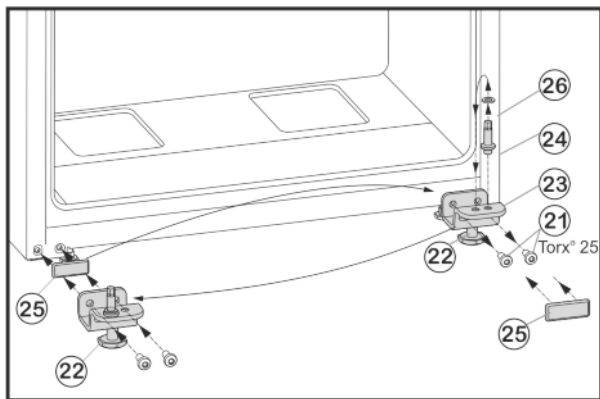

Fig. 6
- ▶ Odkręcić śruby mocujące Fig. 6 (21).
- ▶ Usunąć dolną płytkę zawiasu Fig. 6 (23), wraz z trzpieniem zawiasu Fig. 6 (24), podkładką Fig. 6 (26) i nóżką Fig. 6 (22).
- ▶ Odkręcić cały trzpień zawiasu Fig. 6 (24) z podkładką Fig. 6 (26), przełożyć do przeciwnego otworu mocującego płytki zawiasu i tam dokręcić.
- ▶ Ostrożnie zdjąć płytkę osłaniającą Fig. 6 (25) i przełożyć na przeciwną stronę.
- ▶ Całą dolną płytkę zawiasu Fig. 6 (23) wraz z trzpieniem zawiasu Fig. 6 (24), podkładką Fig. 6 (26) i nóżką Fig. 6 (22) ponownie przykręcić po nowej stronie zawiasu, ew. przy użyciu wkrętarki akumulatorowej (z siłą 4 Nm).
- ▶ Założyć dolne drzwi od góry na sworzeń zawiasu Fig. 6 (24).
- ▶ Wykręcić nóżkę Fig. 6 (22) przy dolnej płytce zawiasu Fig. 6 (23), aż będzie przylegać do podłoża.